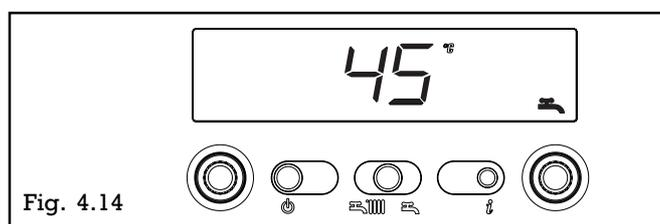

Fig. 4.14
**Info 4** affiche la consigne de température sanitaire (fig. 4.14)